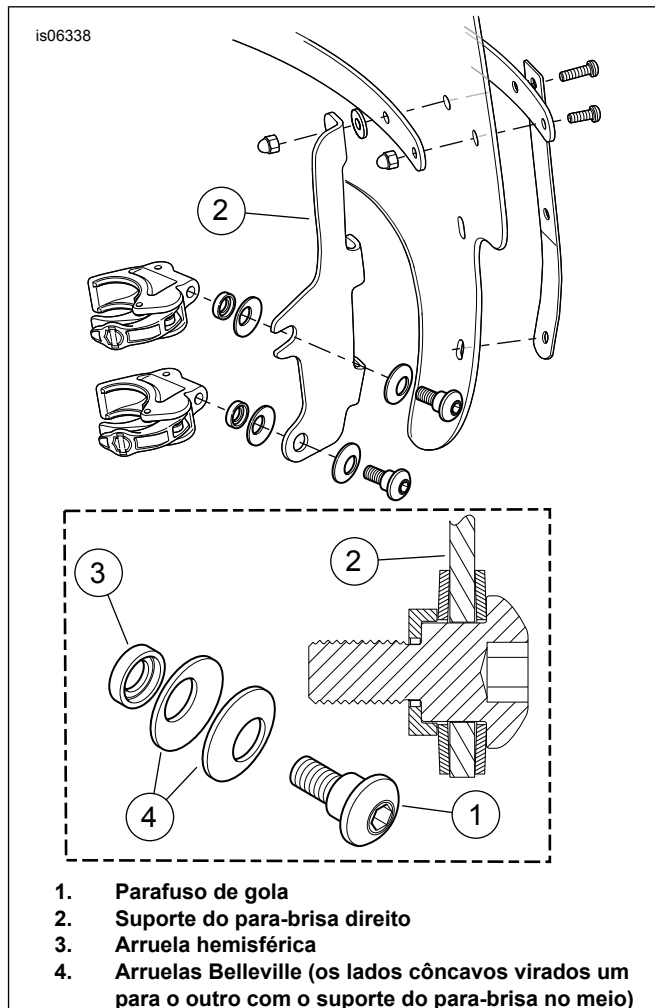

Figura 1. Grampos de Montagem do Para-brisas (lado direito mostrado)
3. Montar vagamente os conjuntos dos grampos nos suportes de montagem do para-brisas, na sequência indicada em Figura 1 .